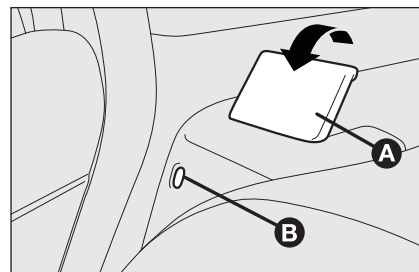

fig. 89
- ☐ levante la palanca **A-fig. 89** de sujeción del respaldo e incline este último hacia adelante. Cuando se levanta la palanca se puede ver una “banda roja” **B**.